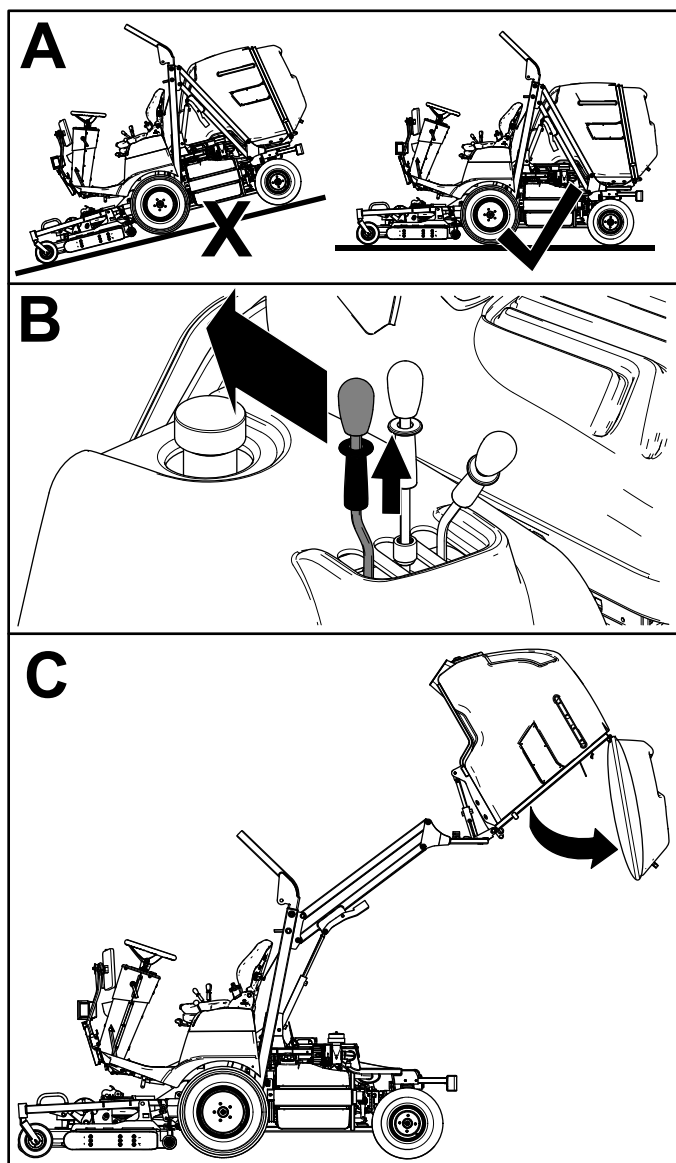

Bild 25
2. Ziehen Sie die Arretiermanschette am Entleerungshebel für die Fangbox nach oben und schieben Sie den Hebel nach hinten, um das Schnittgut aus der Fangbox zu entleeren (Bild 25).